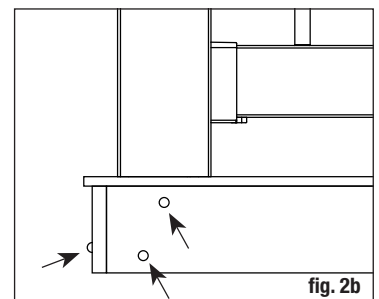

fig. 2b
Paso 3 Posicione, alinee verticalmente con un nivel, y sujete con abrazaderas el poste de barandal a la cara interior de la viga. Vuelva a alinear verticalmente. El poste de barandal de 10.2 x 10.2 cm (4x4 pulg.) debe sujetarse con pernos al interior de las vigas usando dos pernos de carrocería galvanizados de 1.27 x 15.24 cm (1/2 x 6 pulg.). Los postes en esquinas requieren un tercer perno de carrocería insertado a través de la viga adyacente (fig. 2b).